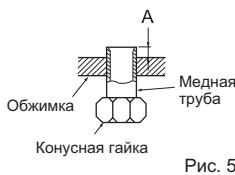

Рис. 4
- 4) Развальцовка (Рис. 4, 5). Полностью соблюдайте размеры медной трубы, указанные в таблице. Выберите A мм из таблицы в соответствии с используемым инструментом.